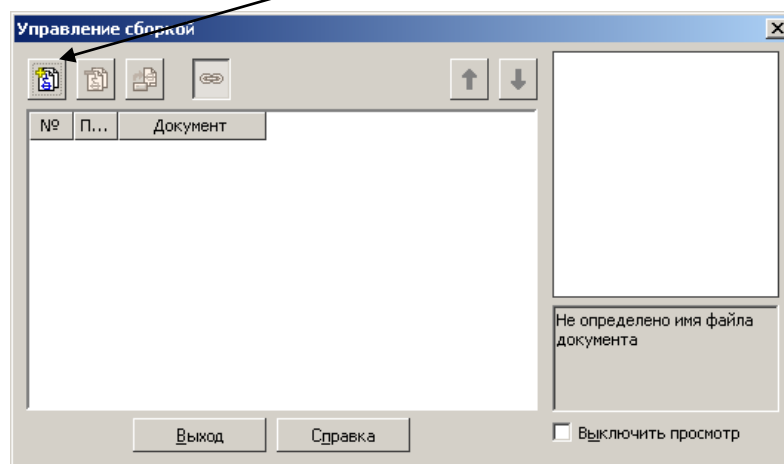

Рис.4
30. В появившемся окне нажмите на кнопку **Добавить документ** (рис.4) и в окне диалога выберите файл сборки.